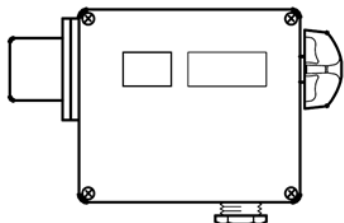

Рис.4.1.
4.4.6. Если реле температуры подвержено вибрации, то рекомендуется устанавливать его присоединительным штуцером для кабеля вниз (рис.4.1).